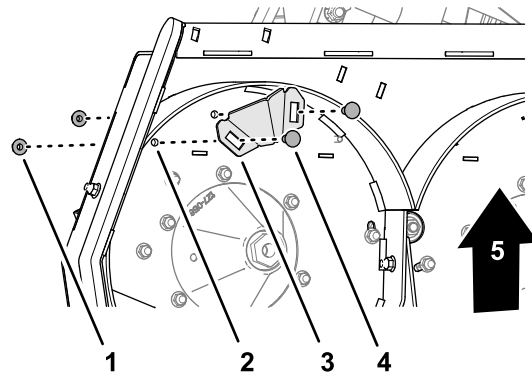

Bild 39
4. Entfernen Sie an der unteren rechten Seite des Mähwerks die beiden Schlosssschrauben ($\frac{3}{8}$ " x 1") und die beiden Sicherungsbundmuttern ($\frac{3}{8}$ "), mit denen das Anschlussstück des Ablenkblechs befestigt ist, und entfernen Sie das Anschlussstück des Ablenkblechs (Bild 39).
5. Setzen Sie die beiden Bundkopfschrauben ($\frac{3}{8}$ " x 1") in die 10 mm Löcher im Mähwerk (Bild 39) ein und sichern Sie die Schrauben mit den beiden Sicherungsbundmuttern ($\frac{3}{8}$ "), die Sie in Schritt 4 entfernt haben.